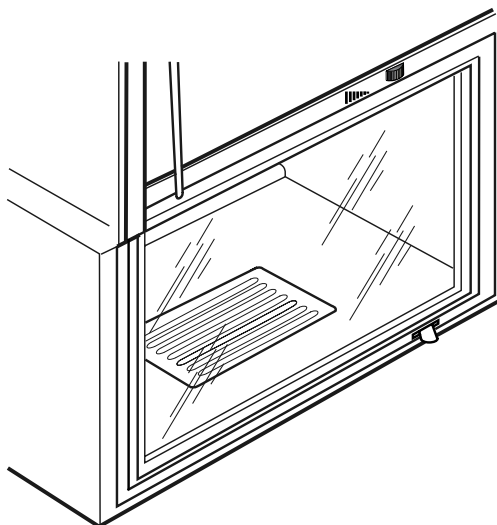

Fig. 7.1.5
7.1.5 Valvola fumi VDF (Fig. 7.1.5)